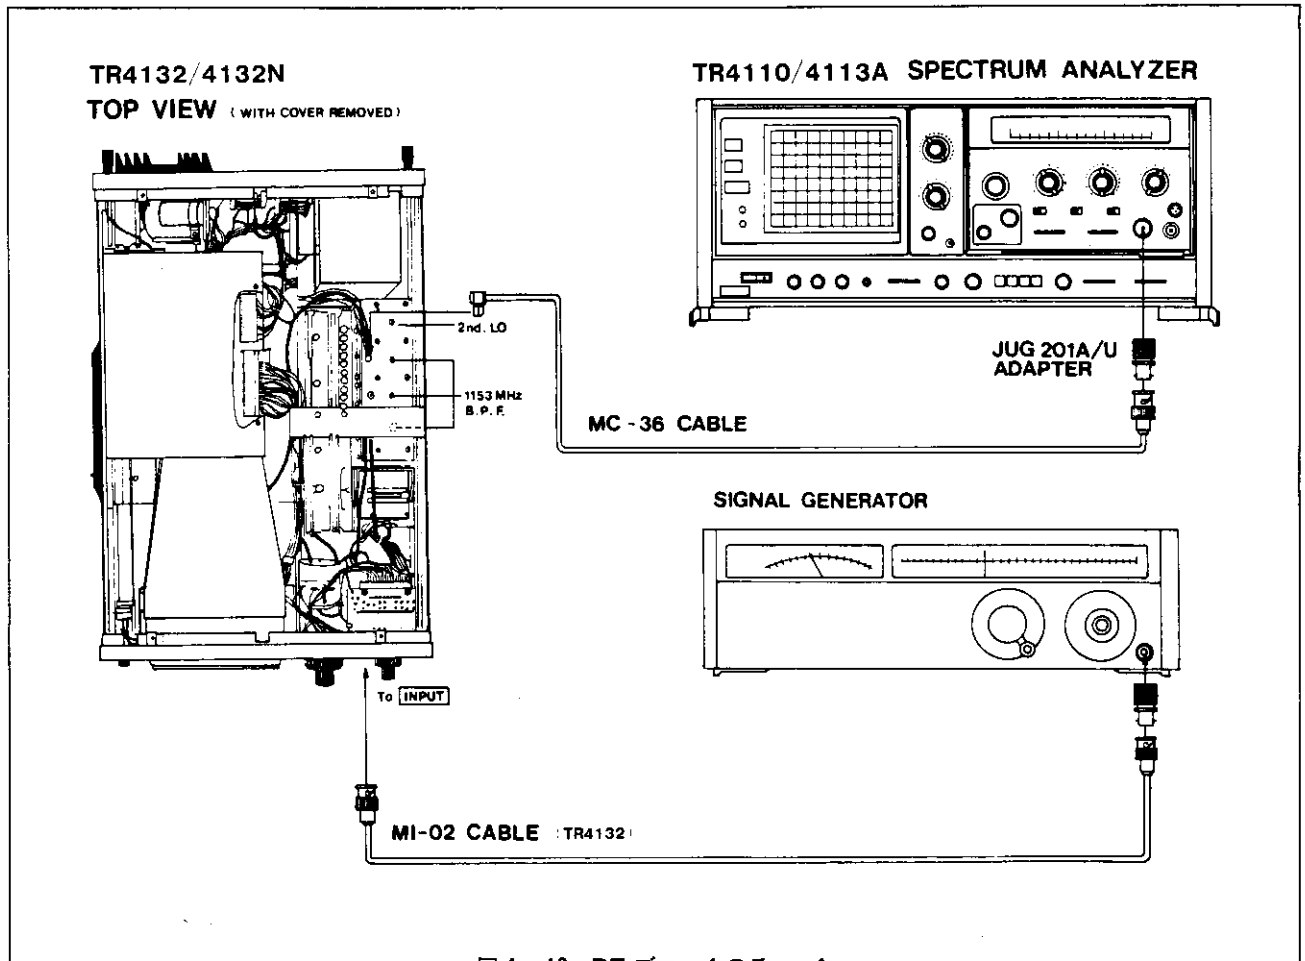

図4-18 RFブロックのチェック
1. IF OUTPUT (J46) にスペクトラム・アナライザを接続し、周波数 (2nd Local) が1200MHz±3MHzであることをチェックします。〔図4-18〕